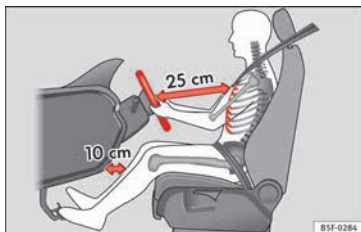
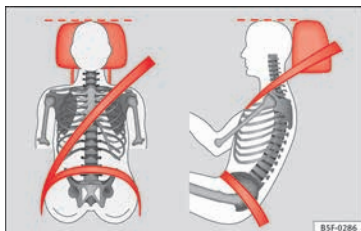

Fig. 81 La separación correcta entre el conductor y el volante debe ser de 25 cm como mínimo (10 pulgadas).
Fig. 82 Banda del cinturón y apoyacabezas ajustados correctamente.
- Ajuste el apoyacabezas de modo que el borde superior quede, en la medida de lo posible, a la altura de la parte superior de la cabeza, en ningún caso por debajo de los ojos. Mantenga la nuca lo más cerca posible del apoyacabezas » **fig. 81** y » **fig. 82**.
- Ajuste el volante de tal modo que quede como mínimo a 25 cm (10 pulgadas) del tórax » **fig. 81** y que pueda asir el volante lateralmente por la parte exterior con las dos manos y los brazos ligeramente flexionados.
- Ajuste el asiento del conductor longitudinalmente de forma que pueda pisar a fondo los pedales con las piernas ligeramente flexionadas y que las rodillas queden, como mínimo, a 10 cm (4 pulgadas) del tablero de instrumentos » **fig. 81**.